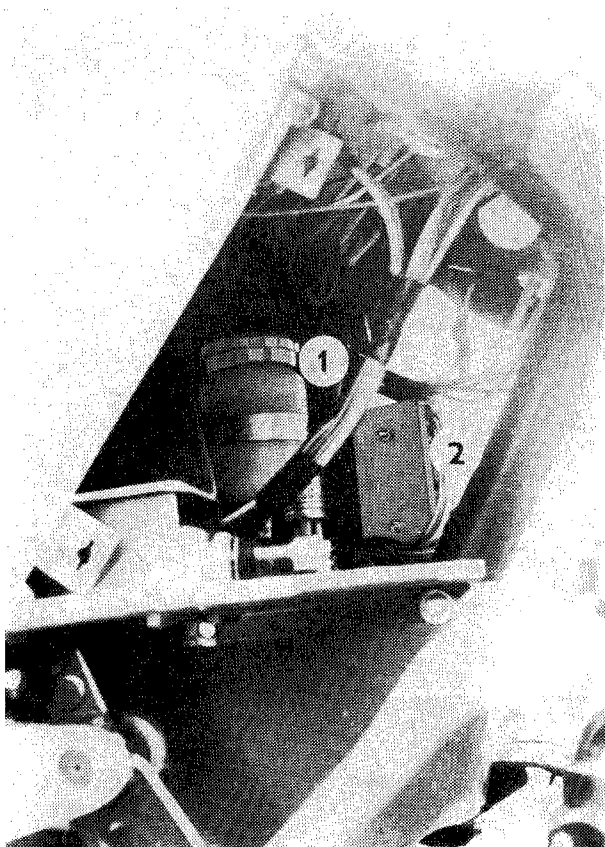

Fig. 13
Fuse box (Fig. 13/2)
- 17. Brake fluid filling hole (Fig. 13/1).